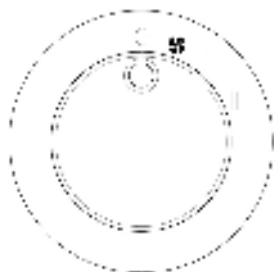

fig. 3
- Per attivare la funzione VENTILAZIONE, ruotare la manopola "B" in modo che il riferimento "I" (fig. 1) sia allineato al simbolo " VENTOLA " presente sul pannello comandi (fig. 3).
- To activate VENTILATION function, turn knob "B" so that reference mark " I " (fig. 1) is aligned with the " FAN " symbol on the control panel (fig. 3).